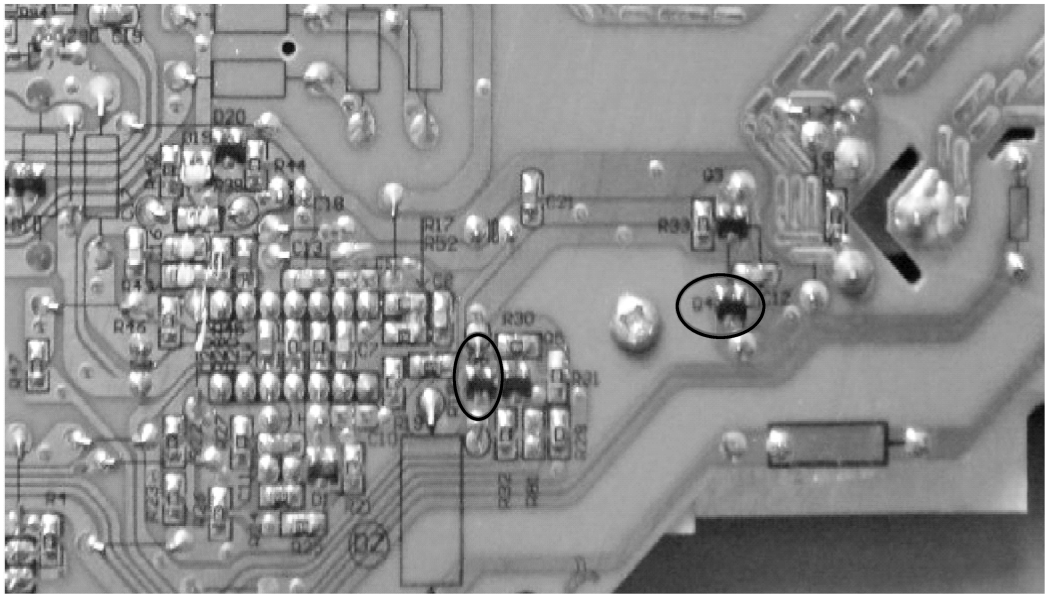

图 4-90 Q4、Q6 相关电路板实物截图
**维修笔记** Q4、Q6 相关电路板实物截图如图 4-90 所示。